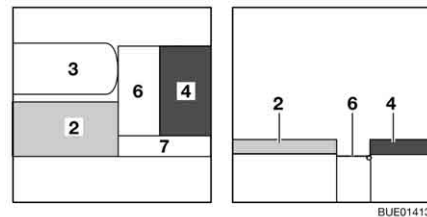
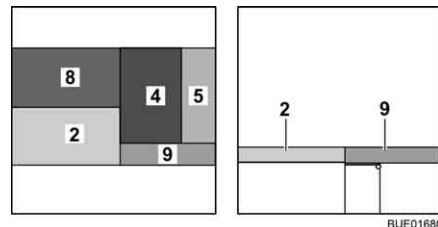

Fig. 121 Pendant la transformation
Fig. 122 Après la transformation
- Accrocher la rallonge latérale de lit (Fig. 121,7) au coffre de banquette et à la rallonge du coffre de banquette.
- Tirer le coussin d'assise (Fig. 121,4) sur la rallonge du coffre de banquette (Fig. 121,6).
- Placer le coussin de dossier (Fig. 122,5) entre le coussin d'assise et la cloison.
- Placer le coussin supplémentaire (Fig. 122,8) sur la table.
- Poser le coussin supplémentaire (Fig. 122,9) sur la rallonge latérale de lit (Fig. 121,7).